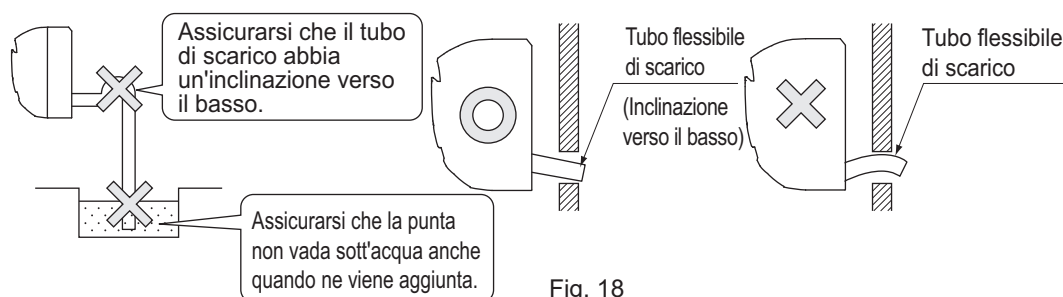

Fig. 18
(1) Installare la tubazione di scarico. (Consultare la Fig. 18)